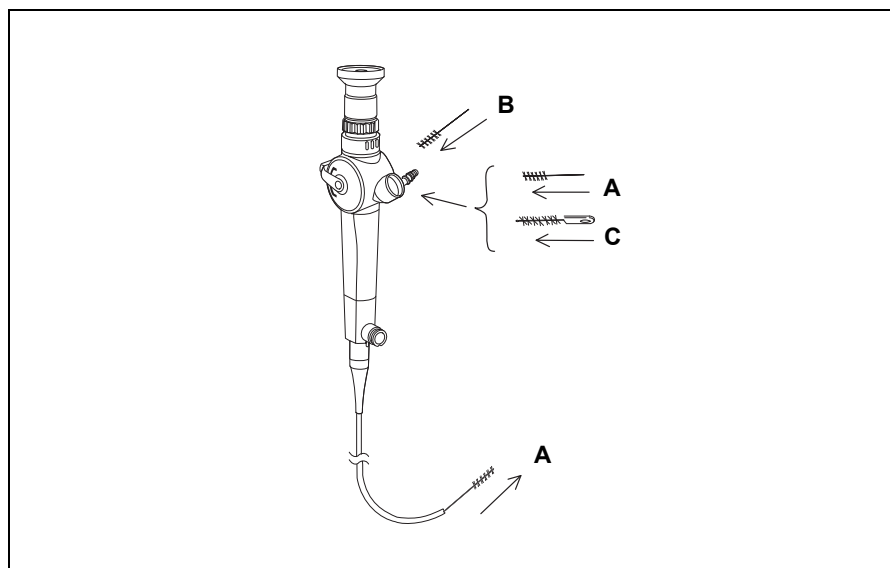

Figura 3.10
Enquanto o endoscópio estiver submerso, escove o canal na ordem a seguir (consultar Figura 3.10).
2. Insira a escova de limpeza de canais na carcaça da válvula de aspiração da forma ilustrada em A na Figura 3.10. Usando movimentos curtos, empurre a escova através do canal até sair pela extremidade distal do endoscópio.
2. Insira a escova de limpeza de canais no conector de aspiração como ilustrado em B na Figura 3.10. Usando movimentos curtos, empurre a escova até ela aparecer na carcaça da válvula de aspiração.
1. Insira a escova de limpeza de abertura de canais na carcaça da válvula de aspiração, como ilustrado em C na Figura 3.10, até inserir metade da seção das cerdas. Gire uma vez a escova.